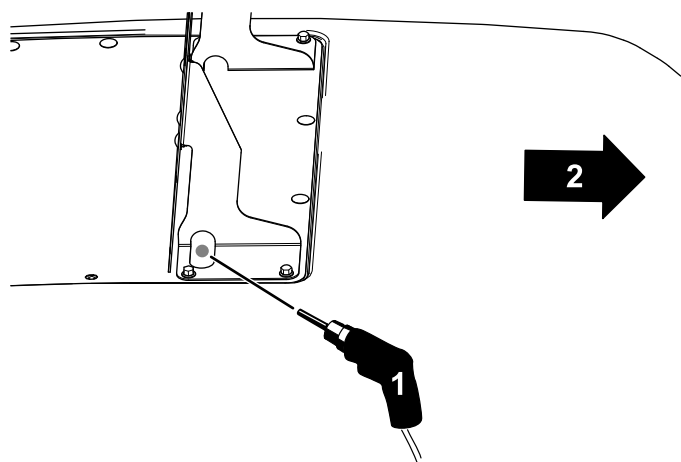

Figure 31
11. Percez un trou de 13 mm dans la grille du capot pour faire passer le faisceau de câblage (Figure 31).